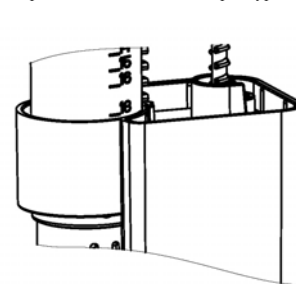
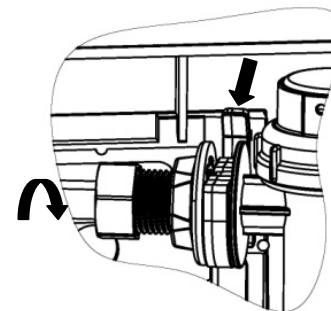

рис.3
рис.4
6.4 При монтаже арматуры наполнительной край стакана поплавка поз.14 должен быть выставлен по уровню 18 (рис.3). Зашелкнуть замок держателя арматуры поз.8 и подсоединить шланг гибкой подводки (рис.4). Открыть вентиль подачи воды и проверить работы наполнительной арматуры бачка инсталляции.